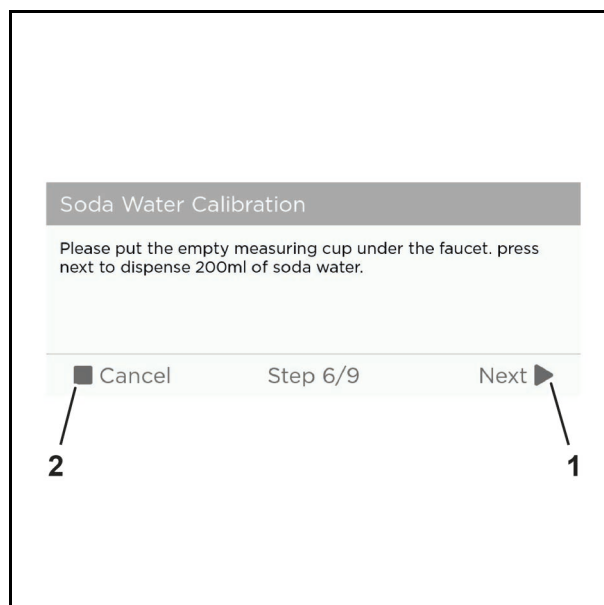

Abb. 69 Beispielgrafik
15. Tippen Sie auf die Schaltfläche "Next" (Abb. 69/1), um mit der Kalibrierung fortzufahren oder "Cancel" (Abb. 69/2), um die Kalibrierung abbrechen.